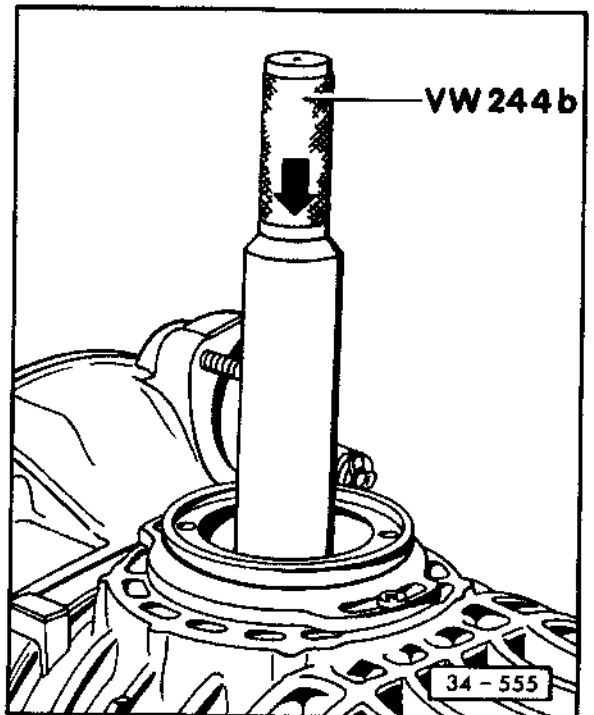

Abb. 8 Sicherungsring einsetzen
- ersetzen, einsetzen – Abb. 8